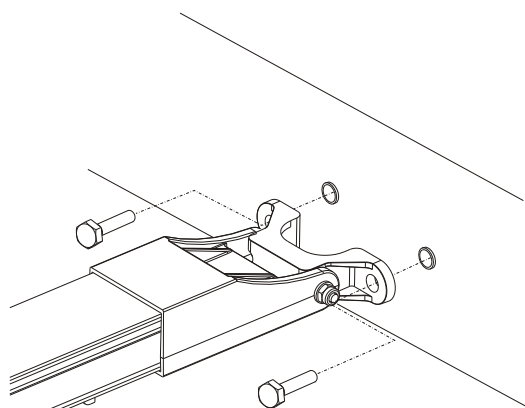

Abb. 8
- Den Verankerungsbügel am Türrahmen oder, wo notwendig, an der Wand mit Hilfe von Nieten und Dübel (Abb. 8) befestigen;